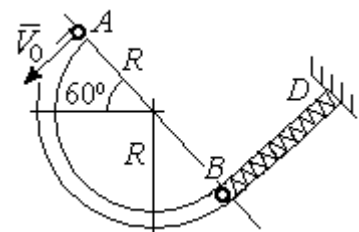

Рис. 4.26. Схема движения шарика
**Задача 53.** Шарик массой  $m = 0,5$  кг движется в вертикальной плоскости из положения  $A$  внутри трубки, которая состоит из полуокружности  $AB$  радиуса  $R = 0,6$  м и прямолинейного участка  $BD$ , сопряжённого в точке  $B$  с окружностью (рис. 4.26). Диаметр полуокружности  $AB$  составляет с горизонталью угол  $60^\circ$ . Начальная скорость шарика  $V_0 = 5$  м/с. В конце кругового участка в точке  $B$  шарик упирается в недеформированную пружину жесткостью  $c = 100$  Н/м. Найти величину  $S$  максимального сжатия пружины.